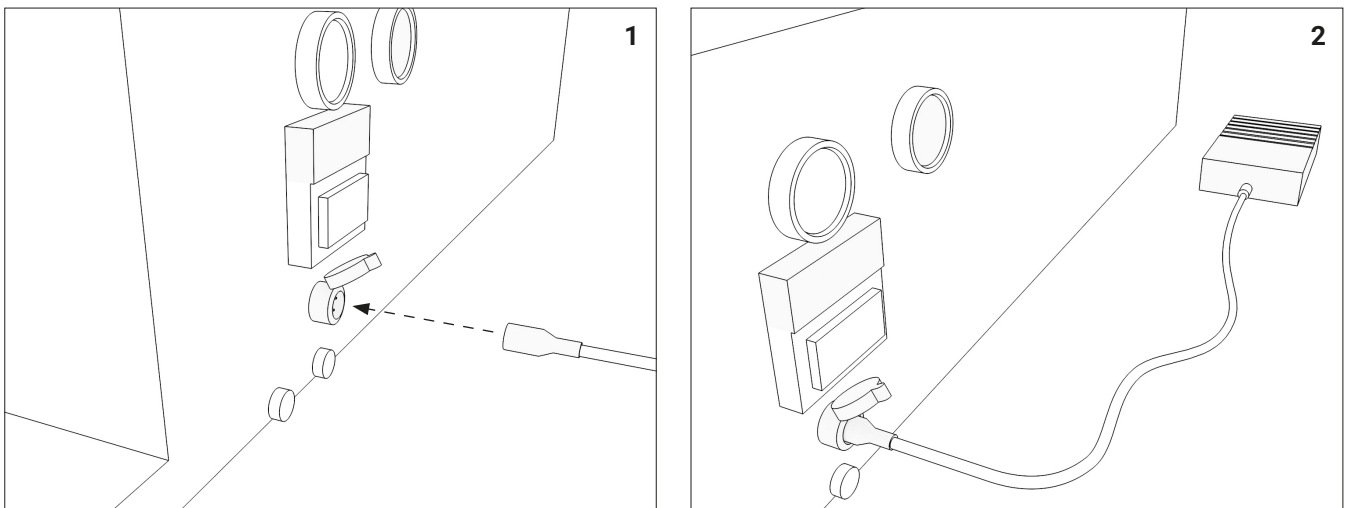

Рис. 15
10.15. Установить педаль управления (рис. 15).